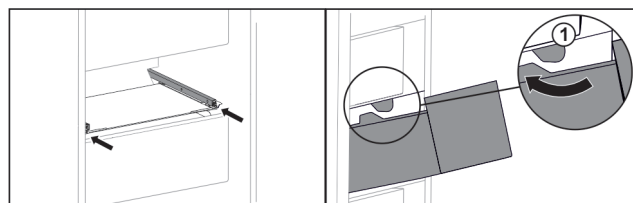

Fig. 100
- ▶ Ved'te zásuvku podél zářezek Fig. 100 (1).